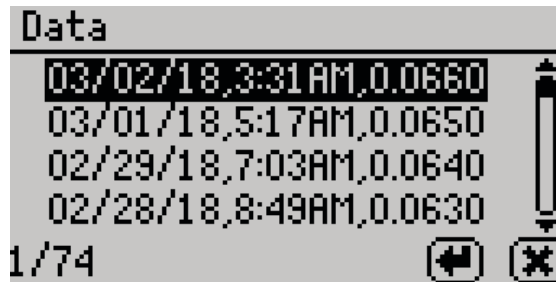

Figure 54 Xem lại kết quả đo
- **View.** Chọn **View** ở phía trên tab dữ liệu để xem lại kết quả đo. (Figure 54).